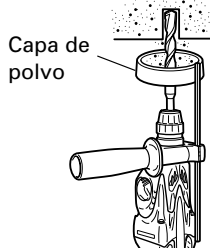
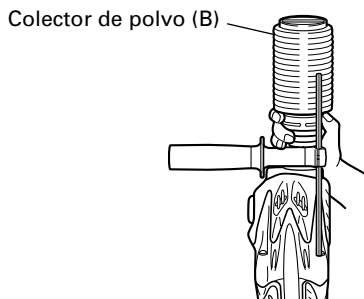

Fig. 4
Fig. 5
7. Cuando instale la copa de polvo o el lector de polvo (B) (Accesorios facultativos)(Fig. 4, Fig. 5)
Emplee la copa de polvo instalando la broca como se muestra en la Fig. 4.
- Instalaci3n del colector de polvo (B)
Para emplear el colector de polvo (B), Insértelo desde la punta de la broca alineándolo con la ranura de la empuńadura. (Fig. 5)